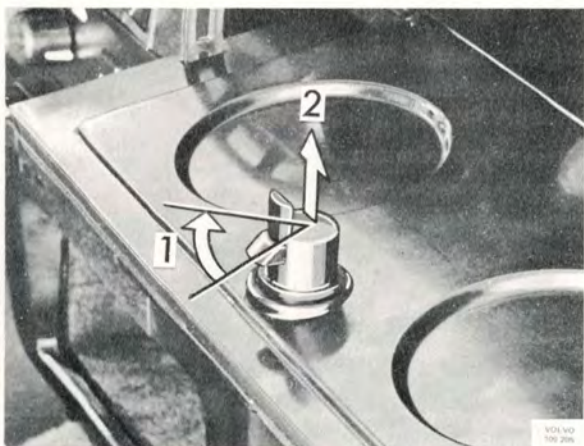

Bild 8-52. Demontering av handskfackslås
1. Vrid låset ca 45°, bild 8-52, och dra ut låset bakåt.